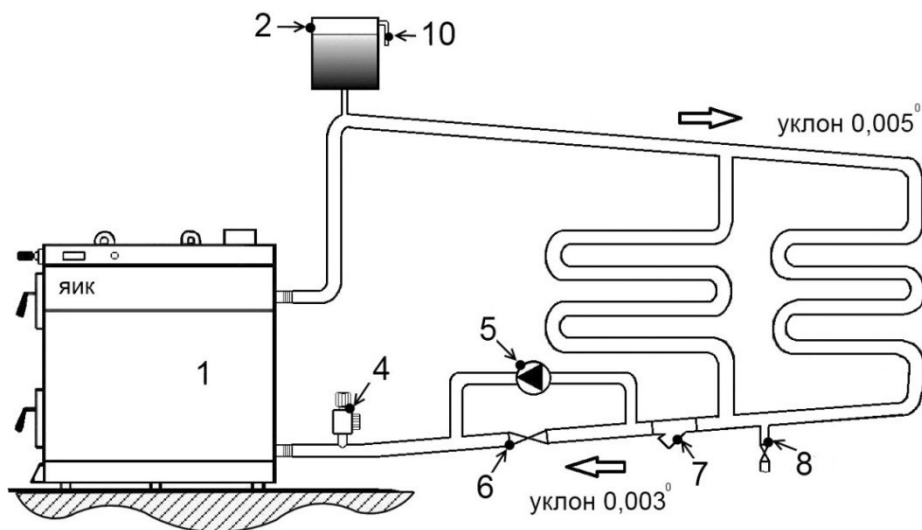

Рис.2 Схема открытой системы отопления.
- 4.9. В случае установки котла в отдельном помещении, или выше нижней точки обратного трубопровода, монтируйте систему отопления как показано на рис.2,3 с насосом.
- 5.4. Подготовка циркуляционного насоса (поз.5 рис.2,3) к работе и его техническое обслуживание:
5.5. Система отопления состоит из (Рис.2,3):